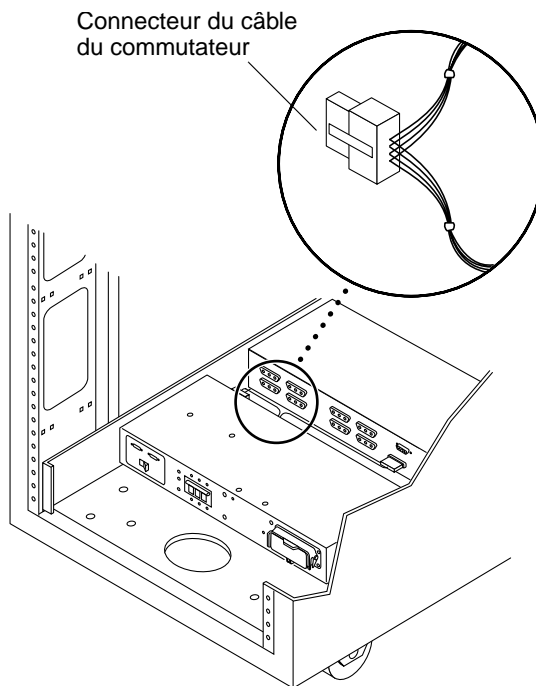

FIGURE 10-3 Connecteur du câble du commutateur
### 1. Débranchez le connecteur de câble du commutateur du connecteur de câble de l'adaptateur, au dos des séquenceurs d'alimentation (FIGURE 10-3).
3. Branchez le connecteur du câble du commutateur au connecteur du câble de l'adaptateur, au dos du séquenceur d'alimentation (FIGURE 10-3).